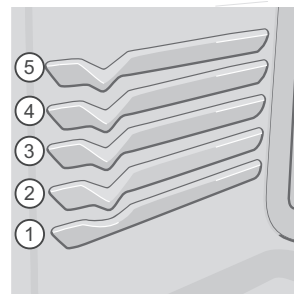

Figure 25 : Positions des grilles
- Pour obtenir de meilleurs résultats lorsque vous utilisez deux grilles pour la cuisson de gâteaux, placez ces dernières aux positions 2 et 4 (Figure 25).